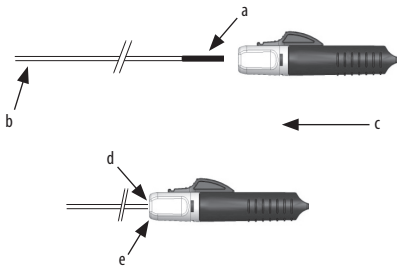
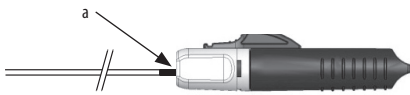

Abbildung 1.
Abbildung 2.
3. Halten Sie das proximale Ende des Implantatschiebers am distalen Ende der PLI-Anzeige (positiver Lastindikator). Führen Sie das Schnellablösesystem über den Positionierschieber, bis der PLI vollständig in den Trichter eintritt und der Positionierschieber fest mit dem Schnellablösesystem verbunden ist (siehe Abbildung 1).
Hinweis: Ist der PLI noch immer wie in Abbildung 2 unten dargestellt zu sehen, sollte das Schnellablösesystem weiter vorgeschoben werden, bis der Positionierschieber wie in Abbildung 1 oben dargestellt vollständig im Trichter sitzt.